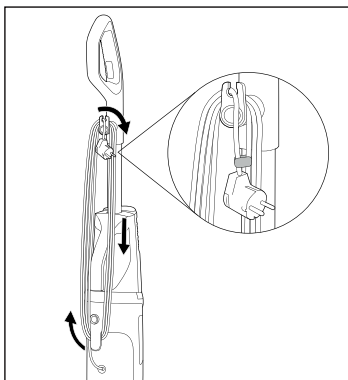

Fig. 3
- ♦ Viki strømledningen **17** helt om ledningsholderne foroven og forneden **16/20** (se fig. 3).